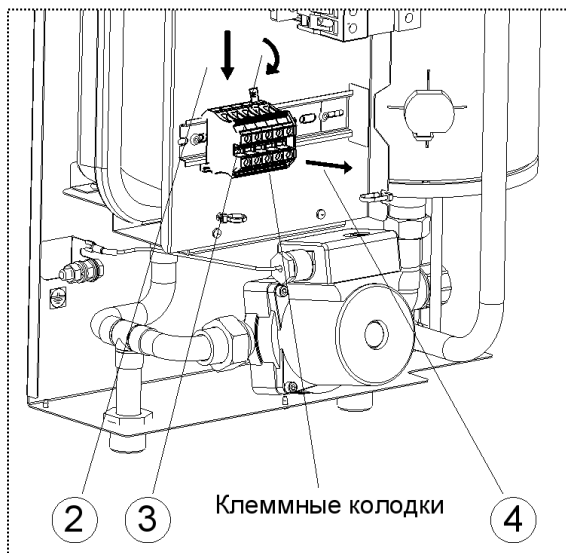

Рисунок 18. Замена клеммных колодок
- 1) Отсоедините все провода от клеммной колодки, которую требуется заменить (см. рис. 18);